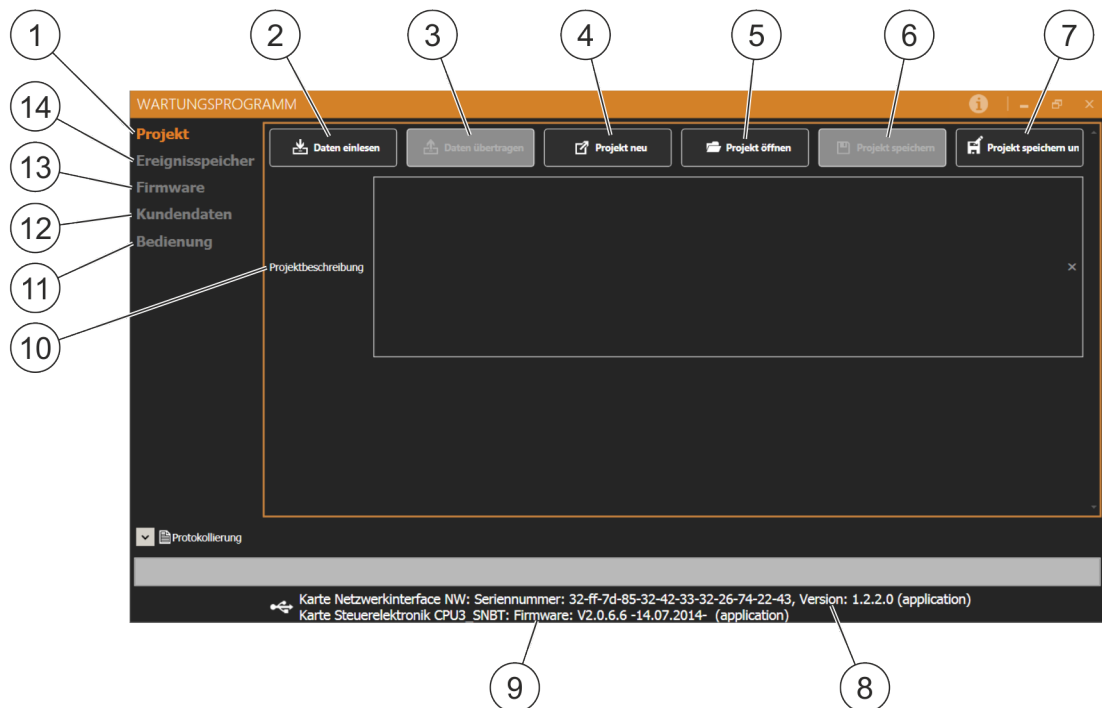

Abb. 79: Startseite Wartungsprogramm
- Projekt (Abb. 79/1) ↪ Kapitel 10.3 „Projekt“ auf Seite 96
- Daten einlesen (Abb. 79/2) (grau hinterlegt, wenn kein System angeschlossen)
- Daten übertragen (Abb. 79/3) (grau hinterlegt, wenn noch keine Daten eingelesen worden sind)
- Projekt neu (Abb. 79/4)
- Projekt öffnen (Abb. 79/5)
- Projekt speichern (Abb. 79/6) (grau hinterlegt, wenn zuvor kein Projekt geöffnet wurde)
- Projekt speichern unter (Abb. 79/7)
- Ereignisspeicher (Abb. 79/14) ↪ Kapitel 10.4 „Ereignisspeicher“ auf Seite 96
- Firmware (Abb. 79/13) ↪ Kapitel 10.5 „Firmware“ auf Seite 97
- Kundendaten (Abb. 79/12) ↪ Kapitel 10.6 „Kundendaten“ auf Seite 97
- Bedienung (Abb. 79/11) ↪ Kapitel 10.7 „Bedienung“ auf Seite 99
- Seriennummer Netzwerkkarte, Versionsnummer Netzwerkkarte (Abb. 79/8)
- Firmware Version (Abb. 79/9)
- Bei Projektbeschreibung (Abb. 79/10) kann das Projekt beschrieben werden. Diese Beschreibung wird mit dem Projekt bei "Projekt speichern unter" bzw. "Projekt speichern" mit den Daten auf dem **PC** gespeichert. Die Projektbeschreibung wird nicht mit zum System (DET-AC III Master) übertragen und nicht im System gespeichert. Nach dem Auslesen der Daten aus einem System steht die Projektbeschreibung nicht zur Verfügung.